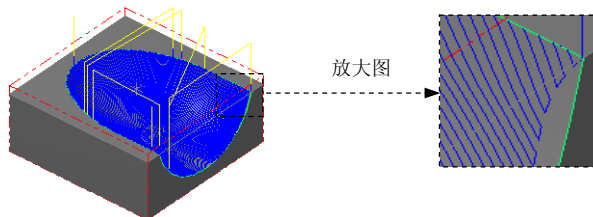

图 13.19 刀具路径
(1) 设置曲面加工参数。在“曲面精加工交线清角”对话框中单击 **曲面参数** 选项卡，**曲面参数** 选项卡中的参数设置保持系统默认设置。
(2) 设置交线清角精加工参数。在“曲面精加工交线清角”对话框中单击 **交线清角精加工参数** 选项卡，取消选中 **固定深度 (D)** 复选框。在 **平行加工次数** 区域中选中 **无限制** 单选项，在 **步量** 文本框中输入数值 0.5。单击 **✓** 按钮，同时在图形区生成图 13.19 所示的刀具路径。